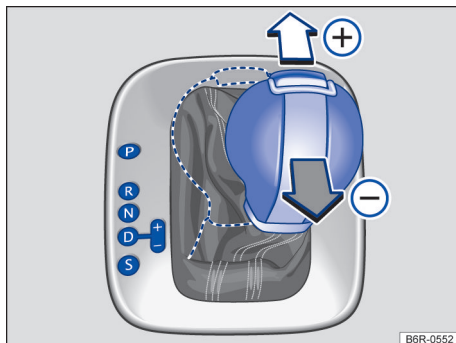

Fig. 84 Alavanca seletora na posição Tiptronic.
- Mover a alavanca seletora para frente (+) ou para trás (-) para aumentar ou diminuir a marcha → Fig. 84.